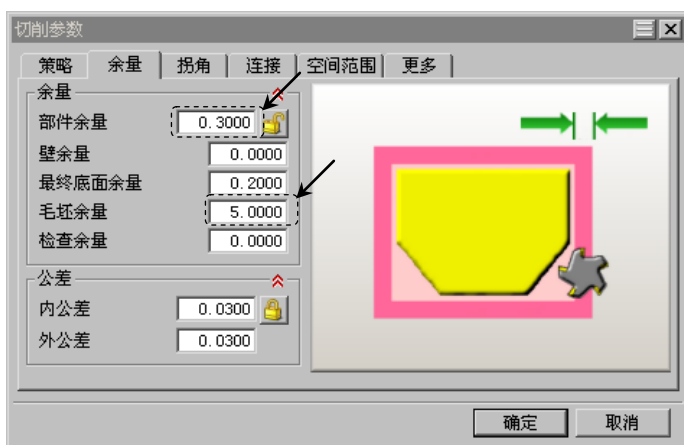

图 11.7 “余量”选项卡
Step2. 单击“切削参数”对话框中的余量选项卡，设置图 11.7 所示的参数。